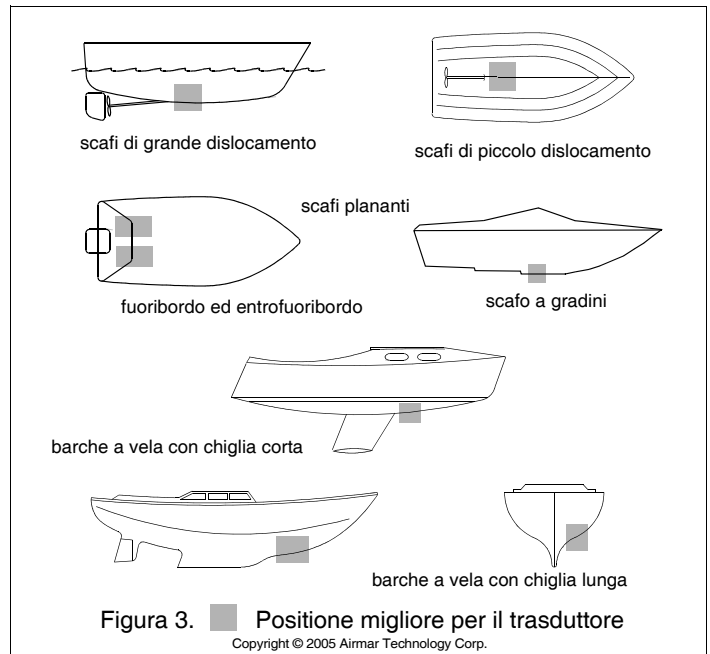

Figura 3. ■ Posizione migliore per il trasduttore
Tipi d'imbarcazione (vedi figura 3)
2. Rimuovete l'inserto dall'alloggiamento scollegando il cavo di sicurezza e svitando il dado cieco (vedi Figura 3). In questo modo sollevate l'inserto. Rimuovete l'inserto tirandolo lentamente. Sostituitelo facendo scivolare l'otturatore nell'alloggiamento.